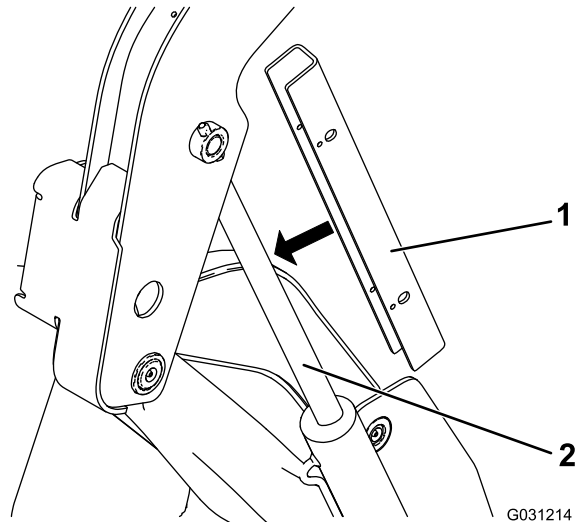

Bild 35
5. Schieben Sie das Zylinderschloss auf die Hubzylinderstange (Bild 35).